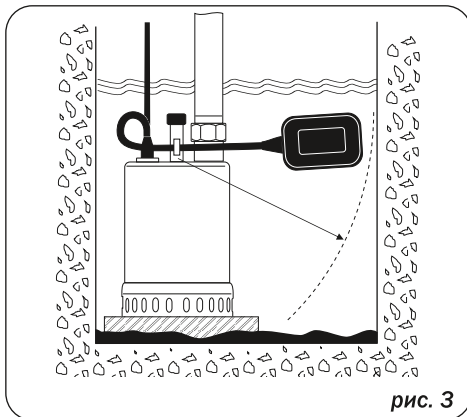

рис. 3
-Вокруг насоса должно быть достаточно места для свободного движения поплавкового выключателя, см. рис. 3;